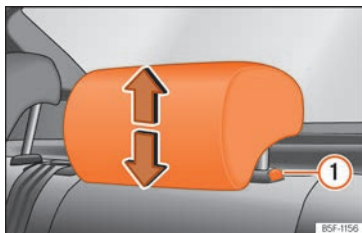

Abb. 111 Kopfstützen hinten: Kopfstützeneinstellung.
eren Kopfstützen muss die Taste » **Abb. 111** ① nur zum Absenken gedrückt werden » **Δ** in Einleitung zum Thema auf Seite 137.